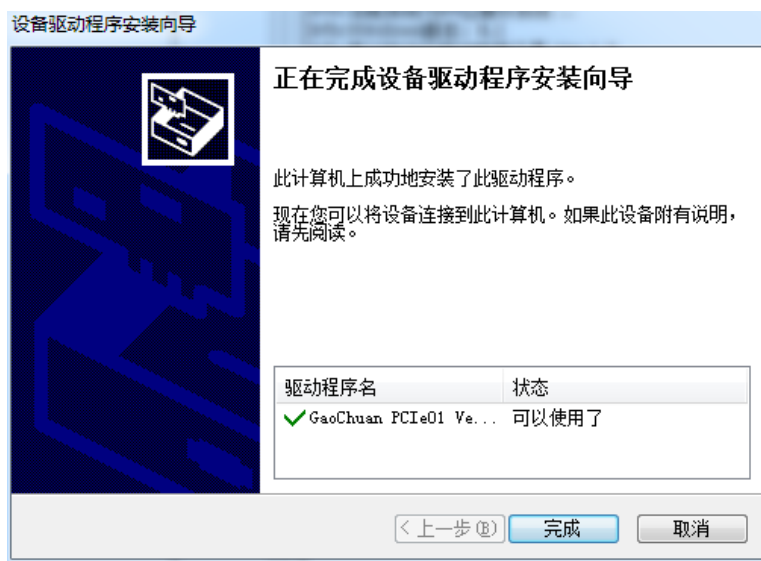

图 2.2.2 驱动安装完成
(2) 点击 Install(安装)→下一步→完成，如图 2.2.2 驱动安装完成；